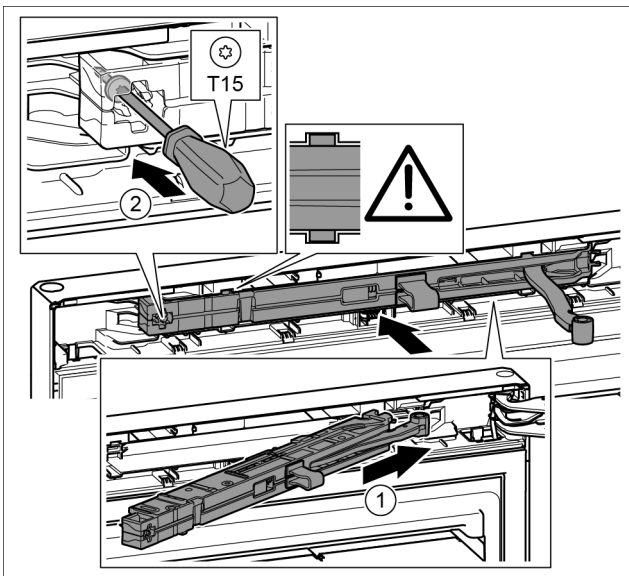

Fig. 41
- ▶ Pe partea suportului de lagăr împingeți înclinat unitatea amortizorului de închidere până la opritor în degajare. Fig. 41 (1)
- ▶ Însurubați ferm șurubul cu o șurubelniță T15. Fig. 41 (2)